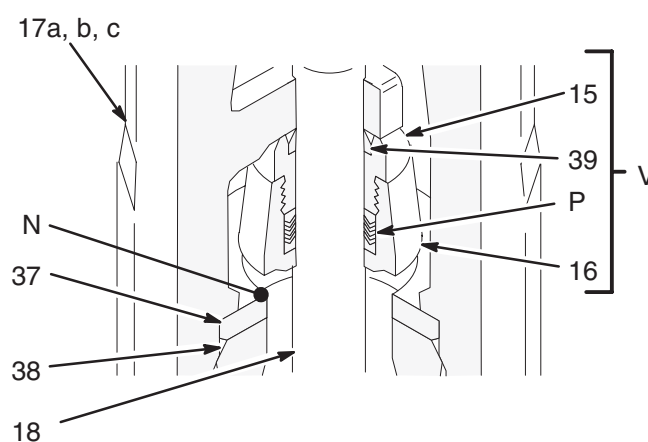

Fig. 7
5. Dévisser le corps du clapet de pied (17) du cylindre (10). Retirer le corps du cylindre. L'ensemble du clapet anti-retour (V, voir Fig. 7) doit glisser le long de la tige du piston d'amorçage (18) quand vous retirez le corps du clapet de pied. S'il ne glisse pas facilement, frapper fermement sur le dessus du corps (17) avec un maillet en caoutchouc pour le dégager.
- Sortir le siège d'aspiration (37) et le joint (38) du fond du corps du clapet de pied (17). Veiller à ne pas laisser tomber l'ensemble clapet anti-retour (V) quand il est dégagé, et le conserver pour un remontage ultérieur. Voir la Fig. 7.
13. Pour démonter l'ensemble de clapet anti-retour d'aspiration (V), serrer le corps du clapet de pied (16) dans un étau et dévisser l'écrou de presse-étoupe (15). Retirer le joint (39) de l'écrou, puis les bagues et les garnitures (P) du corps du clapet. Vérifier que les surfaces de contact (N) du corps du clapet de pied (16) et du siège (37) ne portent aucune trace de détérioration ou d'usure. Voir les Fig. 7 et 13.